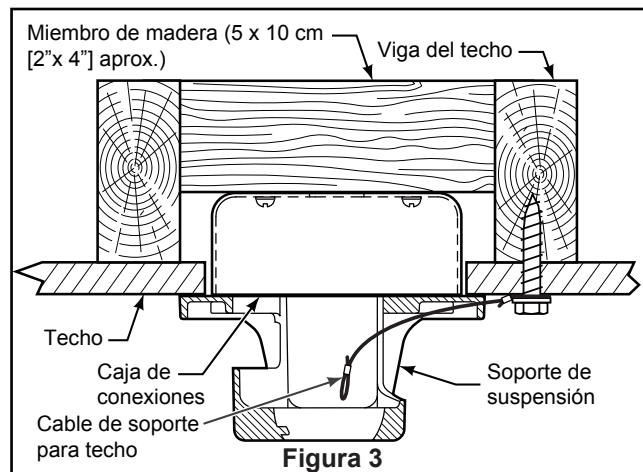

Figura 3
3. Afloje los dos tornillos de fijación del soporte del barral de soporte para techo a través de la varilla. Introduzca los cables de color negro, blanco, azul cables y cable de seguridad a través de la varilla. (Figura 3)
1. Perfore un orificio de 1/4" en la estructura del edificio para evitar grietas con la instalación del tornillo de intervalo. Utilice el tornillo de intervalo de 3/8"x 2" y la arandela plana para fijar el cable de seguridad a la viga del techo o a la estructura de madera. Dicho tornillo pasará a través de arandela plana, la presilla del cable de seguridad y se fijará en la estructura del edificio. (Figura 3)
NOTA: el cable de soporte para techo no se puede asegurar solamente a la caja de conexiones; se debe asegurar directamente a la viga de techo o miembro estructural con el tornillo de cabeza cuadrada de 3/8"x2" y la arandela plana. (Figura 3)